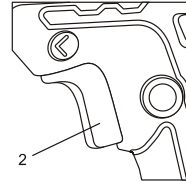

Fig. 2
1. Pour mettre la perceuse en marche, appuyez légèrement sur la gâchette (1) (Fig. 2).